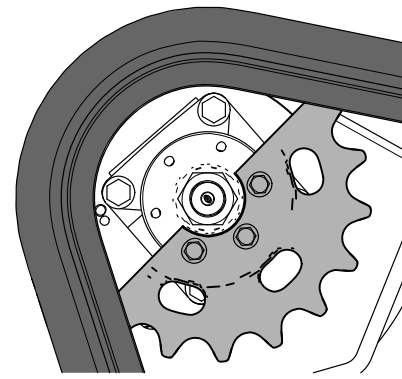

**Figura 62**
19. Applicare un composto frenaflessi sui bulloni della metà della ruota conduttrice che avete rimosso e montate la metà della ruota conduttrice (Figura 62). Serrate i bulloni a un valore compreso tra 95 e 115 N·m.